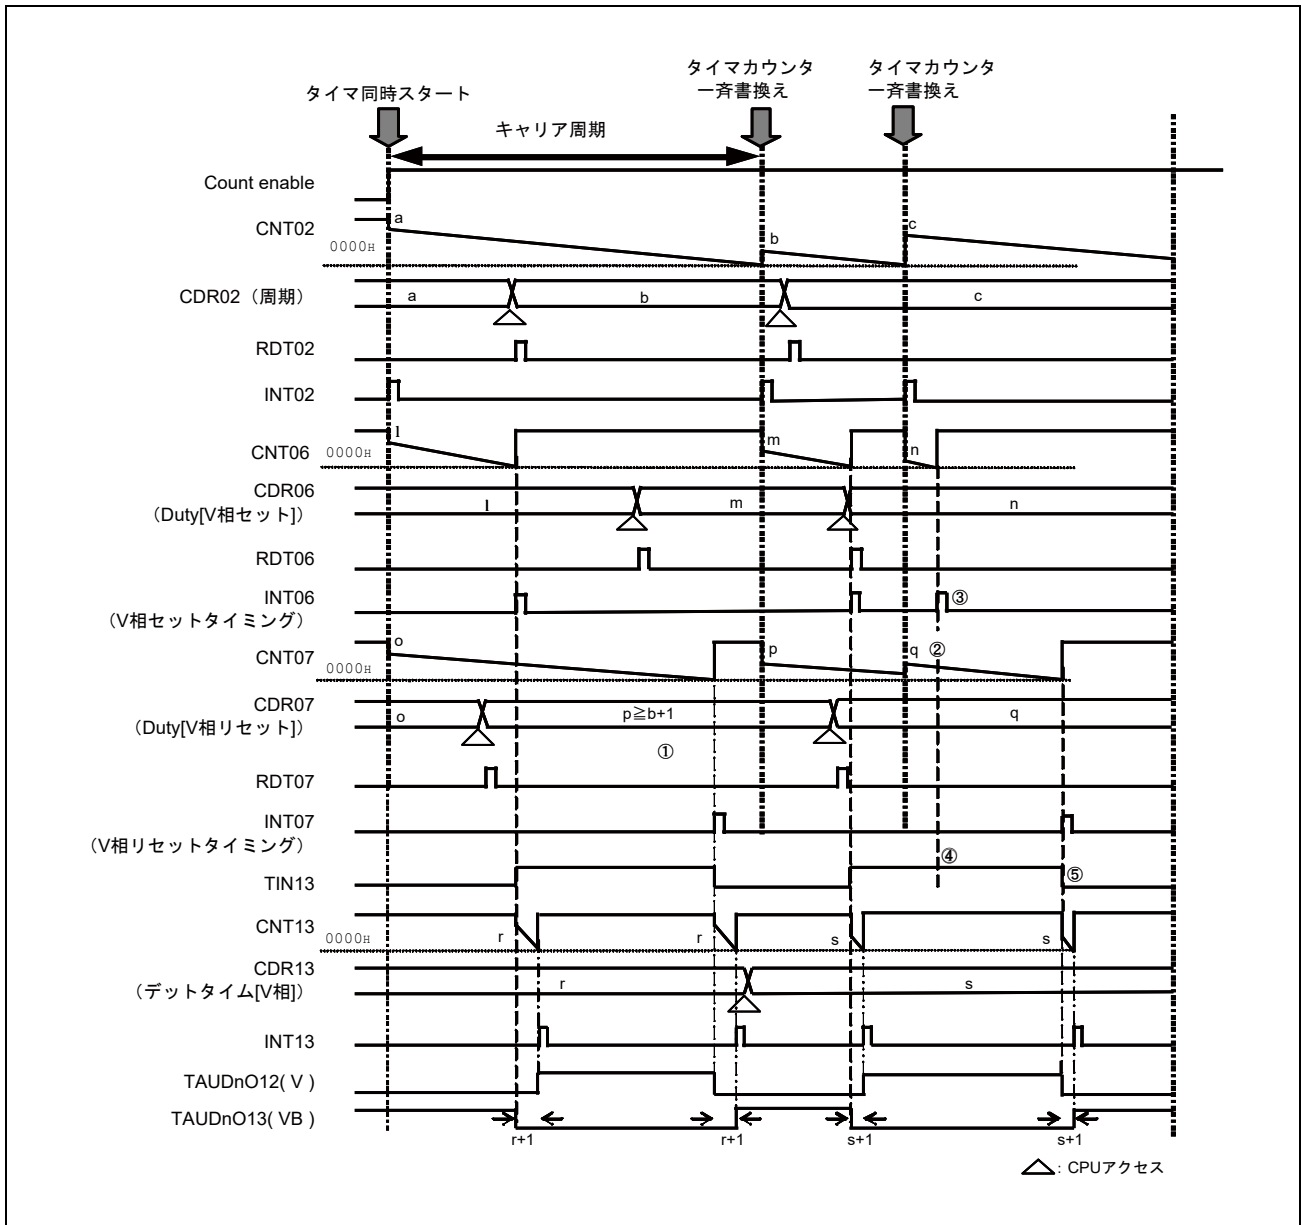

図 24.11 クリアタイミング設定値>キャリア周期設定値 (V相、VB相)
CH07 設定値を CH02 設定値より大きくした場合 (図 24.11 ①)、V 相クリアタイミング信号 (INT07) 発生前に、キャリア周期タイマのアンダーフローが発生し、設定値はリロードされます (図 24.11 ②)。そのため、本来発生すべき V 相クリアタイミング信号 (INT07) は発生せず、V 相セットタイミング信号 (INT06) が連続して発生します (図 24.11 ③)。このとき、PIC 回路内にて V 相セットタイミング信号は無視されるため PWM 出力波形に影響はなく (図 24.11 ④)、出力される PWM 出力はキャリア周期をまたぐ波形が出力されます (図 24.11 ⑤)。